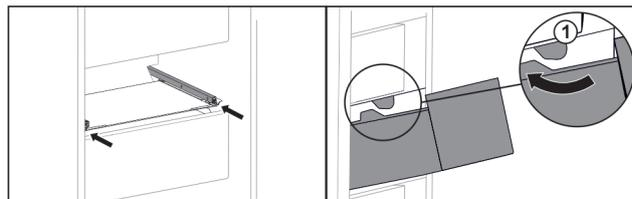

Fig. 160
- ▶ Guider le tiroir en contournant les butées Fig. 160 (1).